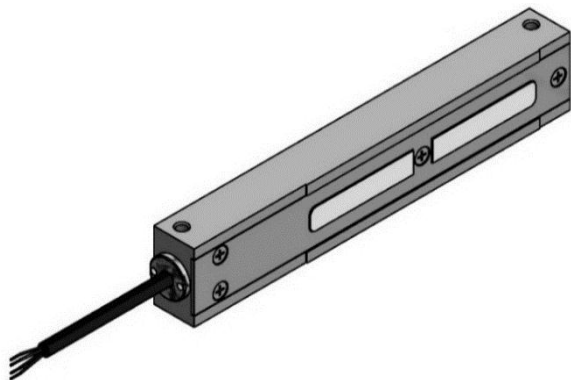

Рисунок 1 – Изделие варианта «K» с устройством ввода для открытой прокладки небронированного кабеля
- «K» – с устройством ввода для открытой прокладки небронированного кабеля (рисунок 1);
В комплект поставки замка входят (рисунок 1):